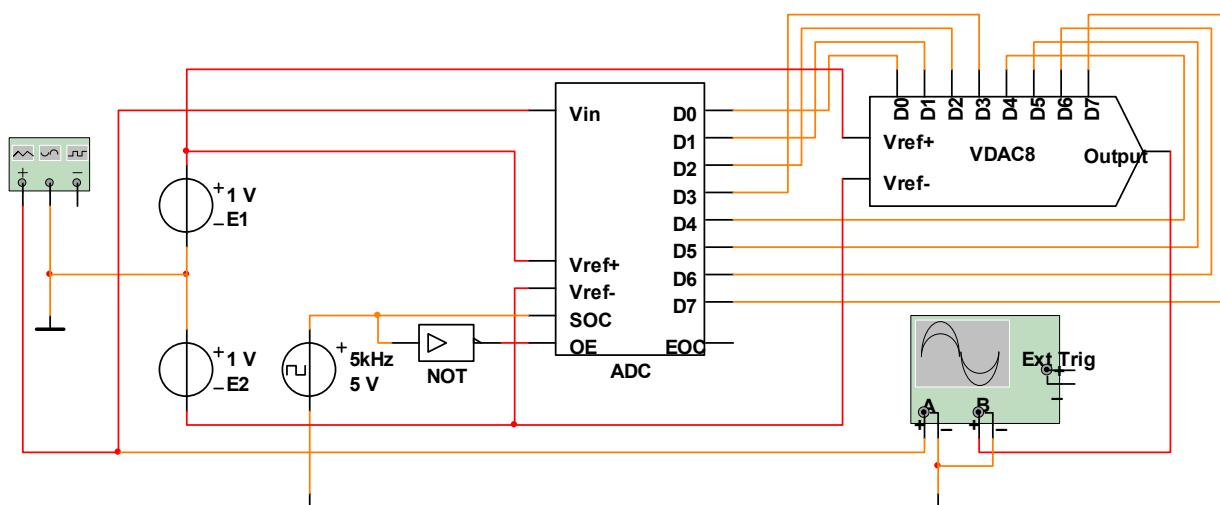

Рис.14.5
14.2.10. Для изучения совместной работы АЦП и ЦАП при переменном входном напряжении и зависимости погрешности преобразования от частоты тактового генератора соберите схему, приведенную на рис.14.5. Включение двух источников опорного напряжения E_1 и E_2 , присоединенных к схеме подобным образом, дает возможность произвести сдвиг уровня входного двухполарного напряжения и выполнить аналого-цифровое преобразование полученного однополярного сигнала.